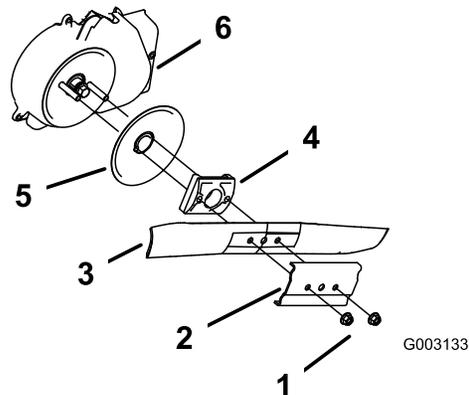

図 35
3. ブレードナット2個とスティフナを取り外す **図 35。**
4. ブレードを取り外す **図 35。**
5. ブレードドライバとディスクを取り外す **図 35。**
6. ブレードブレーキのクラッチのシールドを外す **図 35。**
10. ブレードとスティフナを元通りに取り付ける **図 35。**